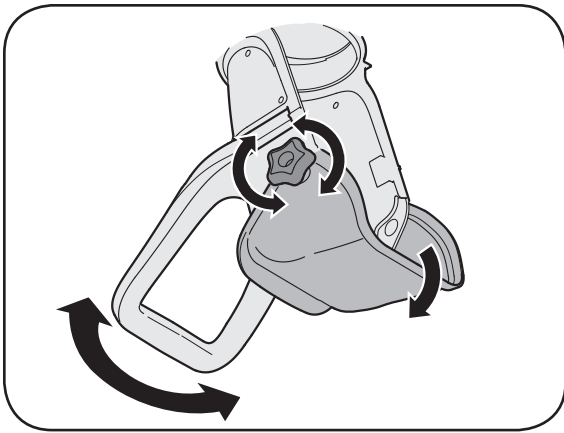

Figure 1
On peut changer la direction de projection de la neige en tournant la manivelle de la goulotte. Voir la Figure 1. La distance de projection peut être modifiée en relevant la goulotte pour projeter plus loin et en l'abaissant pour la projeter plus près. Desserrez l'écran à oreille sur le côté de la goulotte d'éjection pour la régler. Faites pivoter la goulotte à la position voulue et resserrez l'écran à oreille.
1. Desserrez le bouton de la goulotte sur la partie supérieure de la goulotte (1) et relevez celle-ci (2) le plus possible. Voir la Figure 1.
6. Serrez le bouton de la goulotte sur la partie supérieure de la goulotte de façon que la rondelle plate et le boulon ordinaire soient correctement placés. Voir la Figure 1.